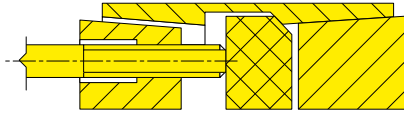
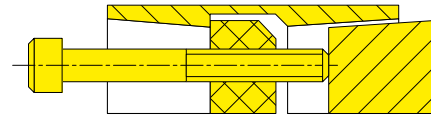

Fig. 4
Fig. 5
**P200-T hasta P1500-G:** Quite todos los tornillos allen e introducirlos en las roscas de la anilla delantera para soltarla (Fig 4). Posteriormente introduzca los tornillos allen en la brida central y soltar la anilla trasera de empuje (Fig 5). Algunas de las unidades P755-L / P1025-L y P1025-G tienen una brida que se desmonta simplemente aflojando todos los tornillos.